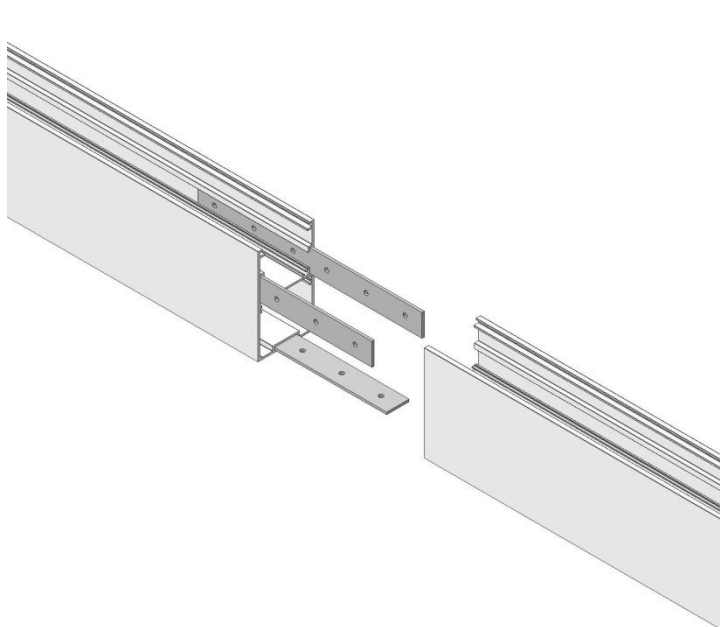

Рис.4
5. Деталь Св-3 повесить на тросах. Соединить клеммные колодки (разъемы) Св-2 и Св-3. Соединить детали Св-2 и Св-3 (Рис.4), затянуть винты на соединительных стыковых планках (шестигранным ключом 2 мм).